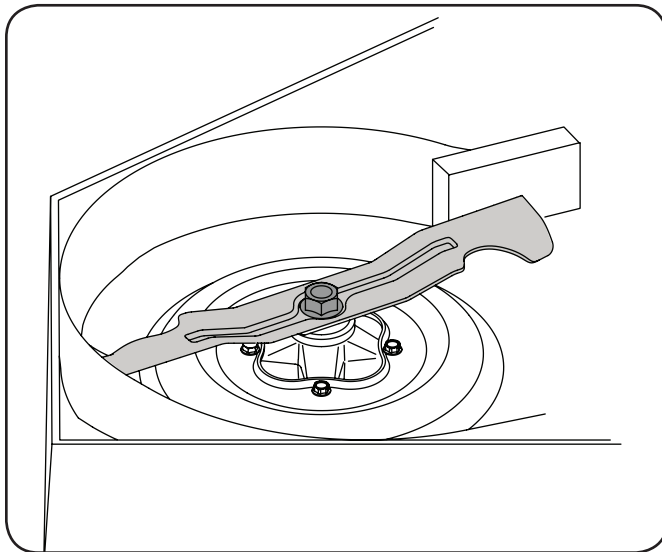

Figure 7-10
2. À l'aide d'une clé de 15/16", retenez l'écrou sur le haut de la fusée et desserrez-le. Pour desserrer plus facilement l'écrou qui fixe la lame, placez un petit bloc de bois entre le plateau de coupe et le tranchant de la lame. Voir Figure 7-10.